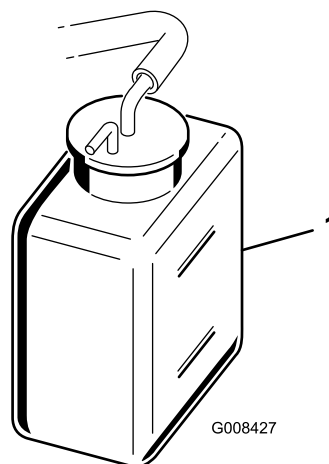

Figure 32
2. Vérifiez le niveau du liquide de refroidissement (Figure 32). Il doit se situer entre les deux traits du vase d'expansion quand le moteur est froid.